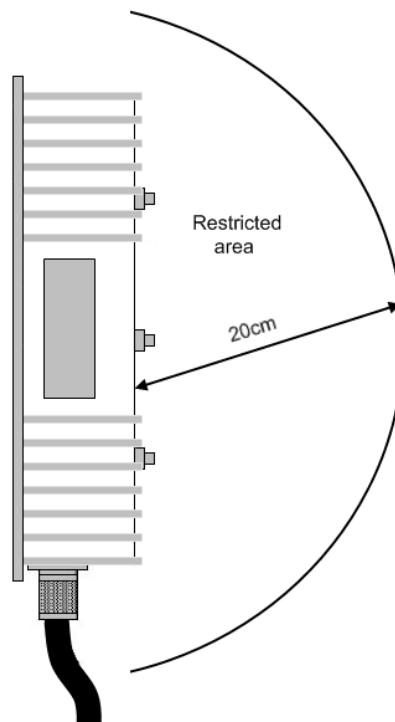

Figure 1.
- Dans le cas où l'émetteur serait sous tension, ne pas s'exposer à moins de 20 cm de la sortie du guide d'ondes (Fig1)